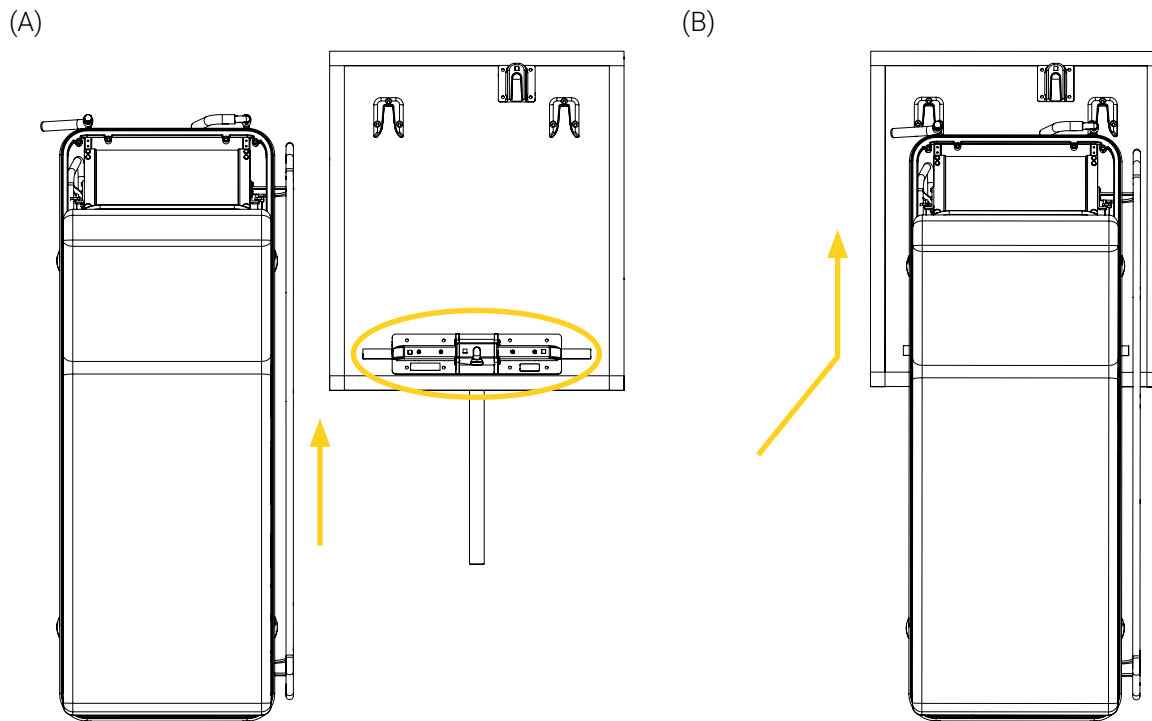

Figure 16: Approcher de façon sécuritaire le AnchorMed avec la civière
2. Diriger le côté tête de la civière vers le Fixation au sol AnchorMed, restant à l'extérieur du ruban de marquage au sol pour délimiter les zones de risque de trébuchement, jusqu'à ce que les roues avant aient dépassées l'Ancrage au sol (Figure 16 A). Consulter la section « Étiquettes » à la page 10 au besoin.
3. Diriger la civière autour de l'Ancrage au sol à l'intérieur du ruban de marquage et vers le Guide d'attelage au sol et les Guides de roue au sol (Figure 16 B) à l'aide des autocollants d'alignement, pour faciliter l'alignement de la Fixation au sol AnchorMed et de la Fixation pour civière AnchorMed (Figure 18). Consulter la section « Étiquettes » à la page 10 au besoin.